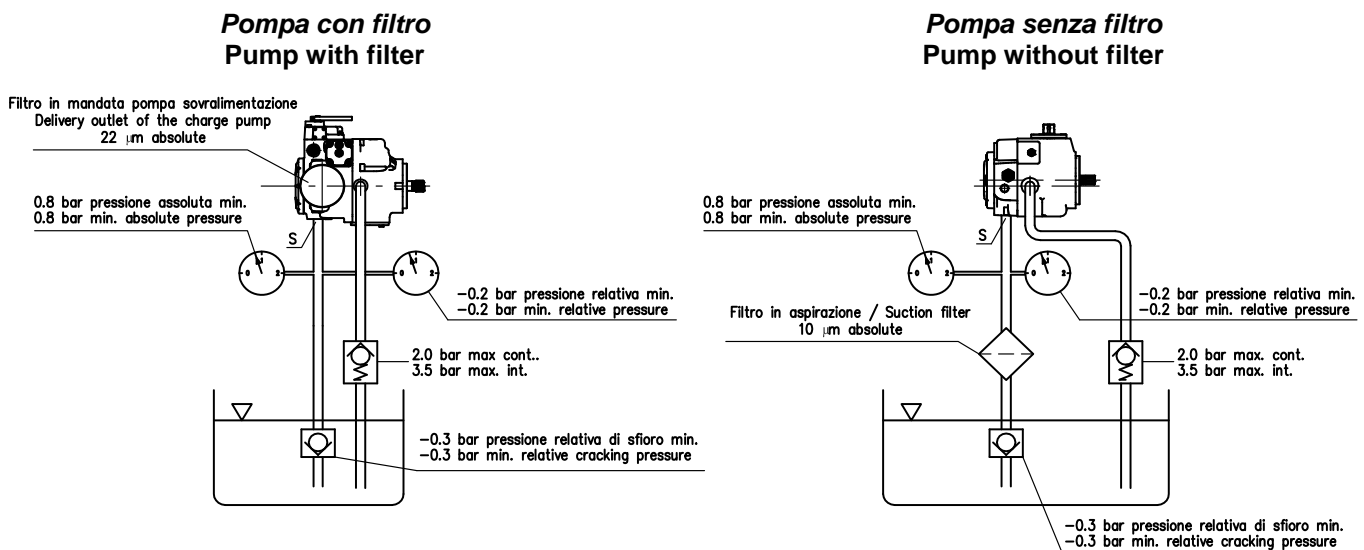

Figura 3 - Figure 3
Le linee di aspirazione e drenaggio devono essere le più corte e rettilinee possibile. Evitare gomiti e piegature brusche dei tubi. E' possibile installare la pompa sopra al serbatoio, ma tale posizione è sconsigliata in quanto può portare a riduzione della vita utile dell'unità. Quando la pompa è ferma, i tratti verticali tendono a svuotarsi nel tempo a causa della gravità. A tale proposito, i fluidi più viscosi offrono maggior resistenza al movimento. Nelle applicazioni mobili la realizzazione del serbatoio è particolarmente importante. Le forze derivanti dal moto della macchina e gli effetti inerziali associati influenzano l'inclinazione del pelo libero dell'olio in serbatoio. Questi effetti devono essere presi in considerazione quando il livello dell'olio in serbatoio cala. In generale, qualunque sia la posizione e l'orientamento di installazione, si deve fare in modo che in prossimità della bocca di aspirazione "S" la pressione assoluta non scenda mai al di sotto di 0.8 bar assoluti (vedi figura 3). Si raccomanda sempre ove possibile l'uso del filtro in mandata della sovralimentazione anziché il filtro in aspirazione.
*In questa posizione, deve essere collegato l'attacco di drenaggio più alto fra "D1" o "D2", con l'aggiunta di una valvola di non ritorno (vedi figura 3). In questo modo è possibile evitare lo svuotamento della carcassa a causa della discesa della colonna di fluido nel drenaggio, dovuta al peso proprio (un metro di tubo che si svuota causa circa 0.1 bar di depressurizzazione).*
*L'aspirazione deve essere realizzata, analogamente a quanto riportato per il drenaggio, in modo da evitare lo svuotamento durante il fermo macchina ed in modo da rispettare rigorosamente le specifiche di pressione assoluta minima del paragrafo precedente (vedi figura 3).*